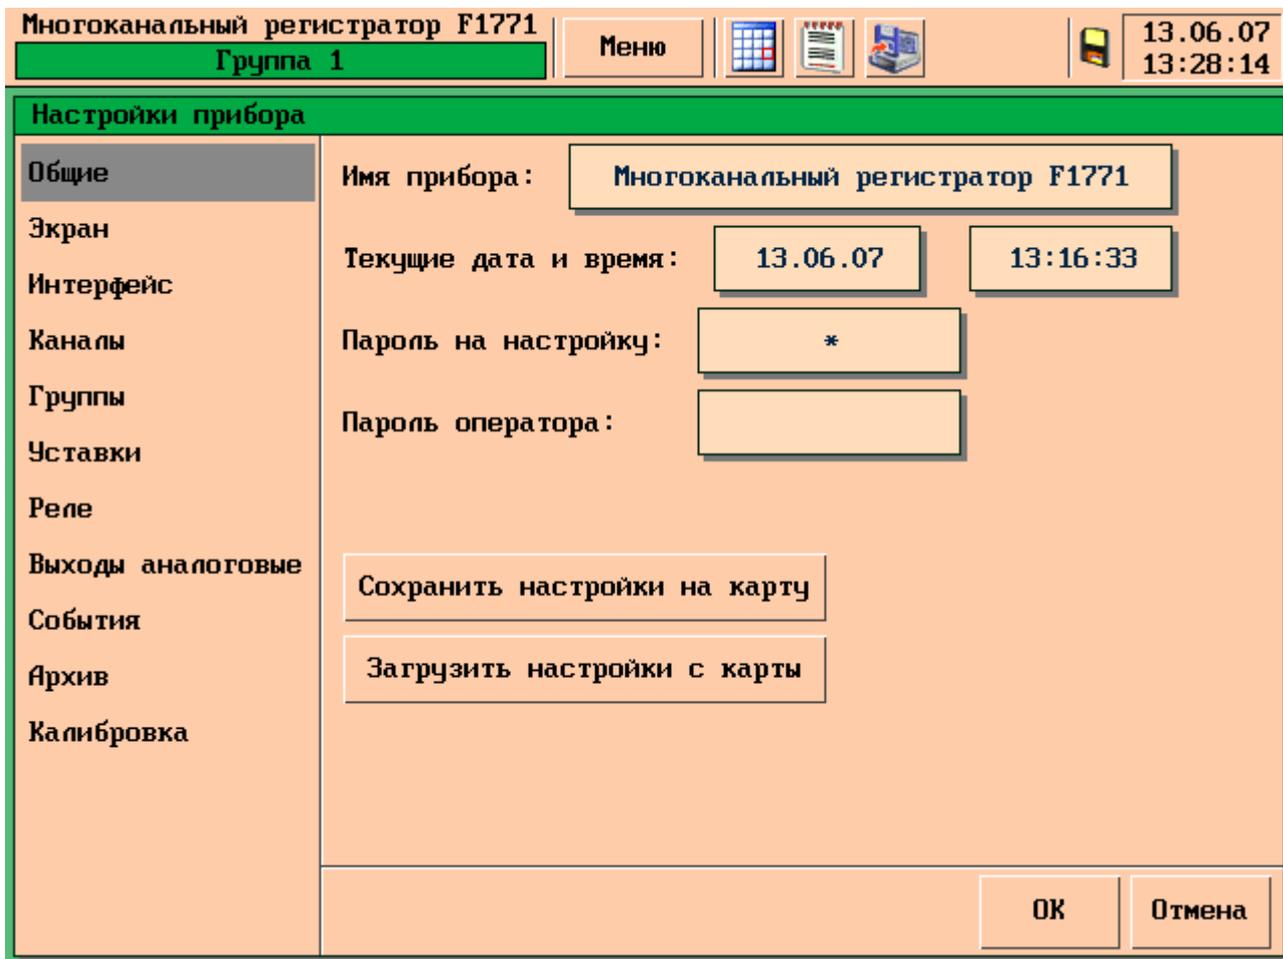

Рисунок 21
5.2 Общие настройки прибора, рисунок 21.